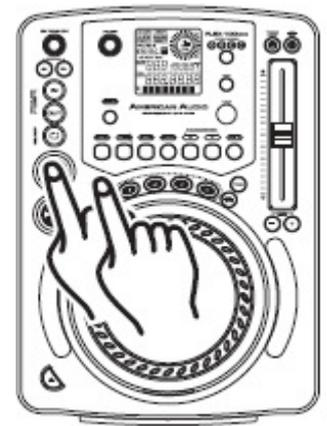
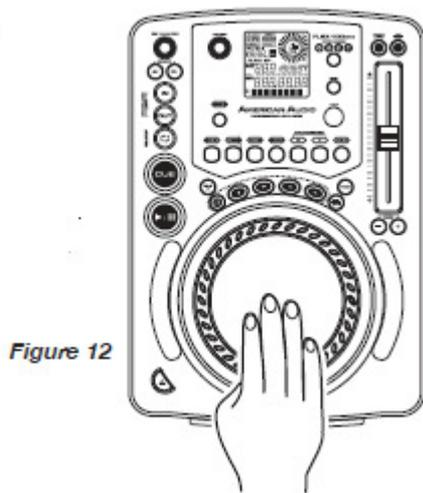

Figure 11
Figure 12
Cette fonctionnalité vous permet de faire défiler une à une les frames d'une piste, vous permettant de trouver et définir un point de départ de Cue ou de boucle. Pour utiliser la fonction de navigation, vous devez d'abord vous mettre en Mode Pause (voir section 6) ou Cue (voir section 9). Une fois que vous y êtes, tournez la *JOG WHEEL* (14) pour faire défiler la piste (Figure 12). Tourner la molette dans le sens des aiguilles d'une montre fait avancer dans la recherche de frame et tourner la molette en sens inverse fait reculer dans la recherche de frame. Quand vous utilisez la *JOG WHEEL* (14) la fonction contrôle (niveau du casque) vous permet d'écouter ce que vous faites défiler. Une fois atteint le point de départ de votre choix, vous pouvez définir un point de Cue (point de départ) en appuyant sur le bouton *IN* (24), comme indiqué sur la Figure 19. Appuyer sur le *BOUTON CUE* (20) ou sur le bouton *CUE PLAY*(19), comme indiqué sur la Figure 11, va vous faire revenir au point que vous venez de définir.